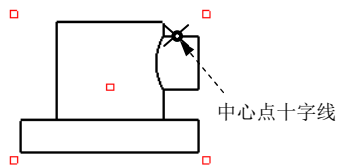

图 3.8.31 截面间断的中心点
(1) 设置剖视图选项。
- ① 在“绘图视图”对话框中, 选取类别区域中的截面选项。
- ② 将截面选项设置为 ☒ 2D 横截面, 将模型边可见性设置为 ☒ 总计, 然后单击 按钮。
- ③ 在名称下拉列表框中选取剖截面 (A 剖截面在零件模块中已提前创建), 在剖切区域下拉列表框中选取局部选项。
(2) 绘制局部剖视图的边界线。
- ① 此时系统提示 选择截面间断的中心点 < A >, 在图 3.8.31 所示的投影视图中边线上选取一点。